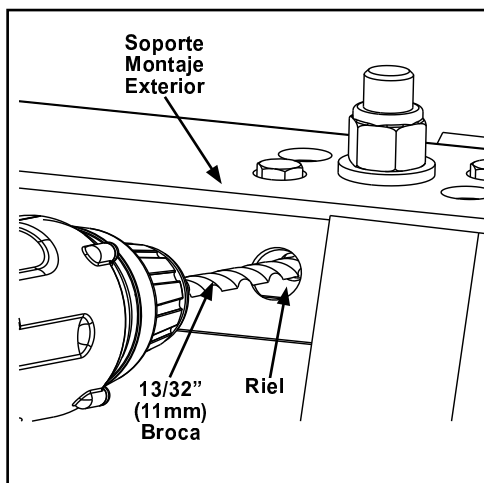
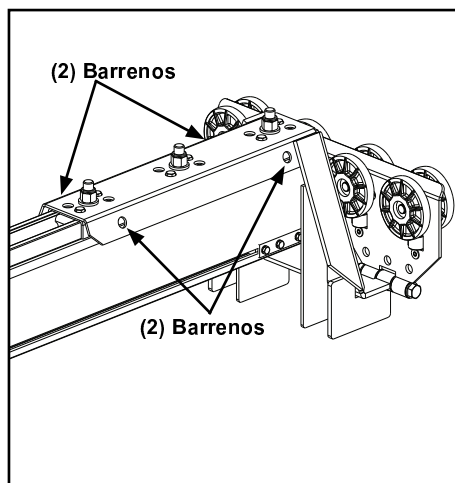

Figura 3-100
Figura 3-101
- Paso 9. Usando el cuerpo de Carro Final mismo plano como guía, Haga cuatro (4) barrenos 13/32" (11 mm) arriba del riel a través del canal de soportes en dos (2) soportes de montaje exteriores. Vea Figura 3-100 y Figura 3-101. No taladre barrenos en línea.